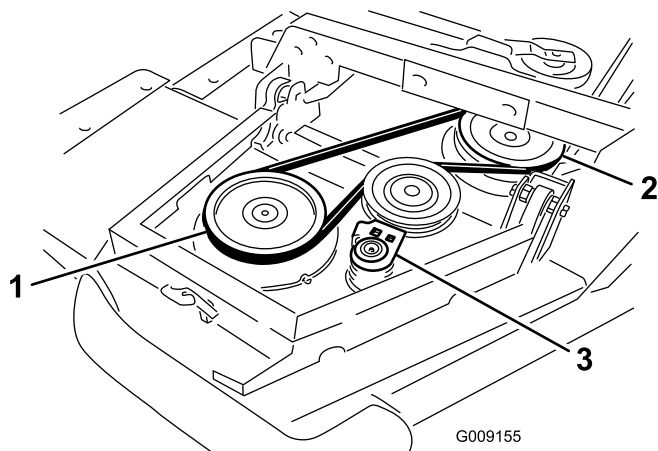

Figura 5
- A. Instale la correa alrededor de la polea del eje del ala y de la polea del eje de la carcasa delantera (Figura 5).
- B. Con una llave de carraca u otra herramienta similar, aleje la polea tensora de las otras poleas (**Figura 5**).